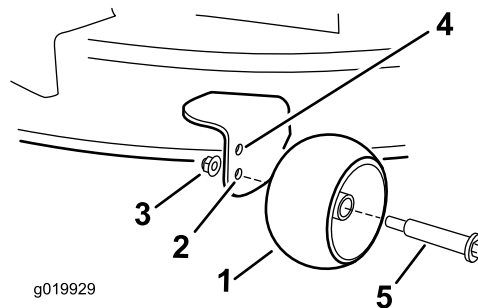

Figura 30
- Furo superior – utilize esta posição com plataforma de corte nas posições de altura de corte de 63 mm e inferiores (Figura 30).
- Furo inferior – utilize esta posição com plataforma de corte nas posições de altura de corte de 76 mm e superiores (Figura 30).